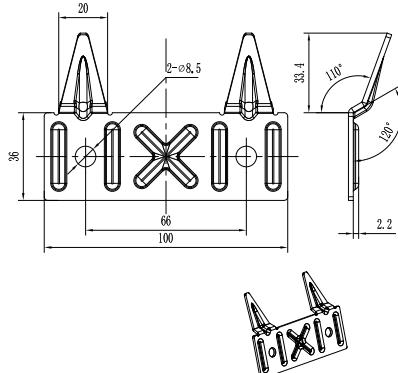

Fig. 3
2. Pasi të zgjidhni vendin e montimit, bëni dy vrima në mur me thellësinë e duhur dhe futni vidas, ktheni grepin lart, shtrëngoni bullonat mirë dhe më pas instaloni ngrohësin e ujit mbi të (shih fig.3).